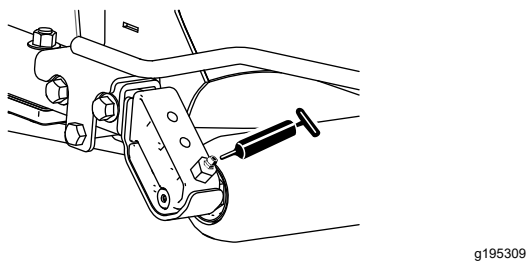

Рисунок 45
- Подшипники заднего валика (по 2 шт. на режущий блок) (Рисунок 45)